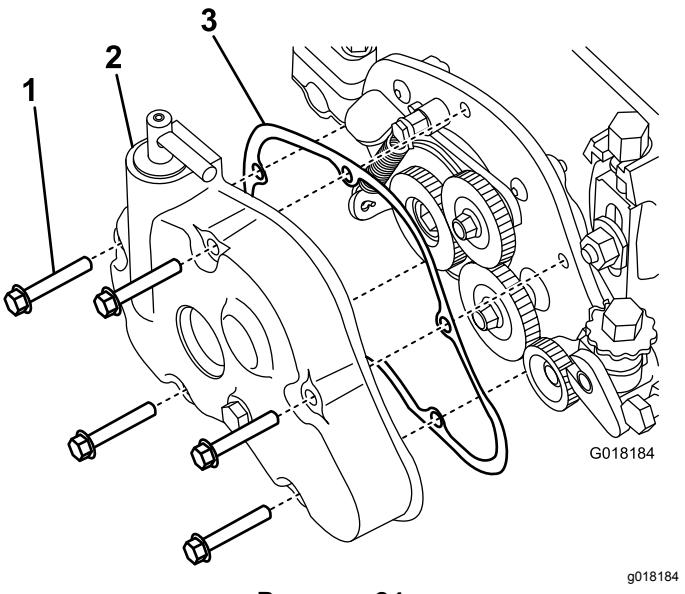

Рисунок 24
- Снимите крышку редуктора с корпуса механической щетки, проследив за тем, чтобы было включено сцепление шестерен щетки для снятия усилия пружины, воздействующего на крышку (Рисунок 24).